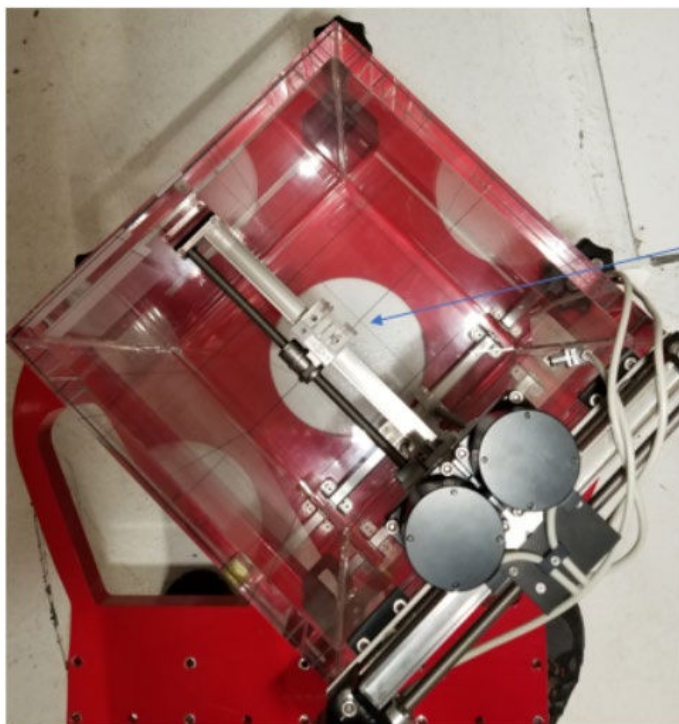

図 1-8。スキャン領域の中心
8. PTW 社製ペンダントを使用して、ポインティングデバイスをスキャン領域（矢印が示す十字線）の中心に近づけます（図 1-8 を参照）。ポインティングデバイスを水槽上部から 1/3 未満の位置まで+B 方向に下げます。その後、ポインティングデバイスをペンダントの新しいゼロ位置にセットします。